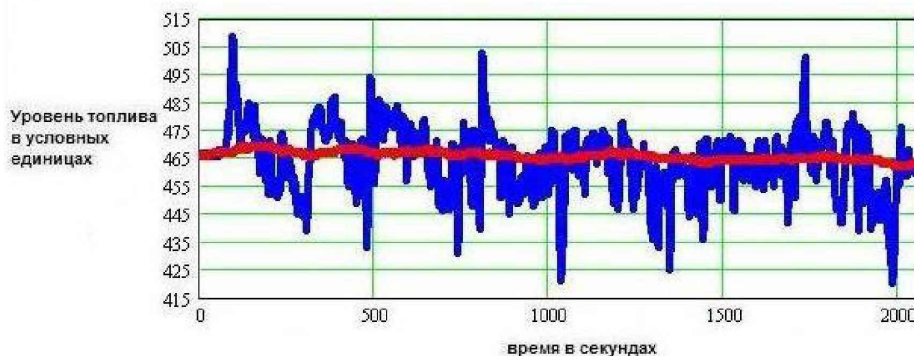

Рис. 1.
- Так же есть версия датчика с встроенным акселерометром, позволяющим корректировать показания датчика при наклонах бака, а так же резких колебаниях (болтанка топлива в баке). На Рис.1. приведен результат тестирования работы датчика с встроенным акселерометром при езде при сильно пересеченной местности. Датчик был установлен вместо штатного датчика, практически на краю бака. Датчик передавал значения уровня топлива без коррекции показаний (синяя линия), а так же уровень топлива с учетом поправок полученных с помощью акселерометра (красная линия). Из приведенного графика видно, что до коррекции показаний отклонения превышают +9%. После коррекции показаний колебания показаний не превышают 1%.